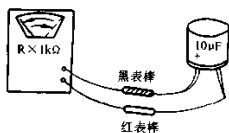

图 2-13 电解电容器
(1) 脱开检测。此时，主要是检测电解电容器的漏电阻大小及充电现象，方法是：采用万用表 $R \times 1k$ 欧姆档，如图 2-13 所示。在检测前，先将电解电容器的两根引脚相碰一下，以便放掉电容器内残余的电荷。当表棒刚接通时，表针向右偏转一个角度，然后表针便缓慢地向左回转，最后表针停下。表针停下所指示的阻值为该电解电容器的漏电阻。此阻值愈大愈好，应十分接近无穷大处。